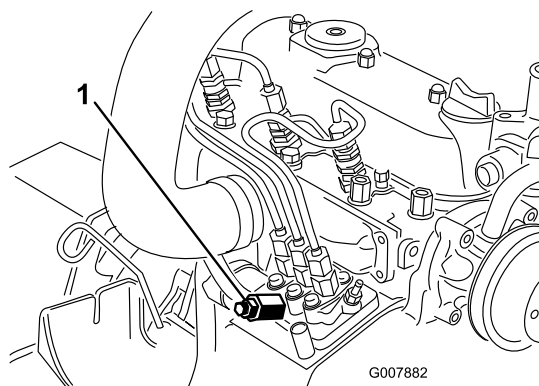

Figure 43
3. Placez un chiffon sous la vis de purge d'air sur la pompe d'injection et ouvrez-la (Figure 43).